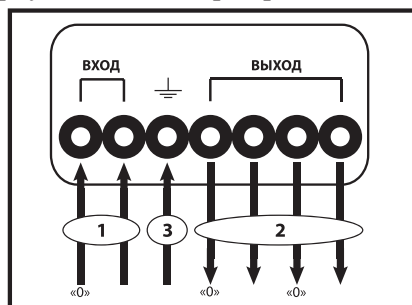

рис.4
6.3 Заземлите корпус стабилизатора при помощи выхода (3) (см. рис.4).
6.4 Подключите стабилизатор к входному напряжению при помощи клемм «Вход» (1) (см. рис.4).
6.7. Подключите нагрузку к клеммам «Выход» (2) (см. рис.4).